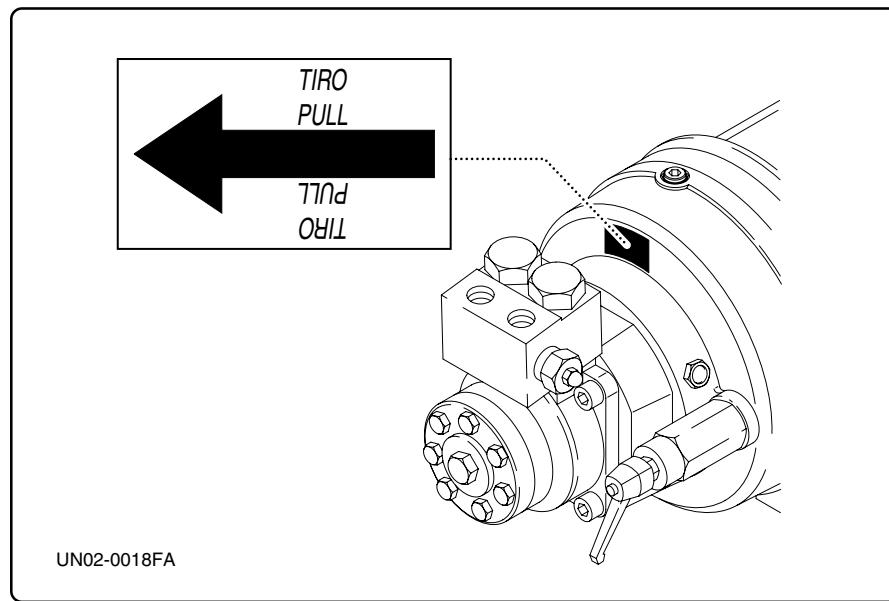

fig. 4.3.1
Prima del montaggio, verificare che il senso di avvolgimento della fune, coincida con quello indicato dalla freccia applicata sul verricello (fig. 4.3.1).
*Before assembling, check that the rope winding direction coincides with that indicated by the arrow found on the pulling winch (fig. 4.3.1).*
La rotazione del tamburo in fase di traino, deve essere quella indicata dalla freccia applicata sul verricello (fig. 4.3.1).
*The rotation of the drum while it is being pulled has to be that indicated by the arrow on the pulling winch (fig. 4.3.1).*